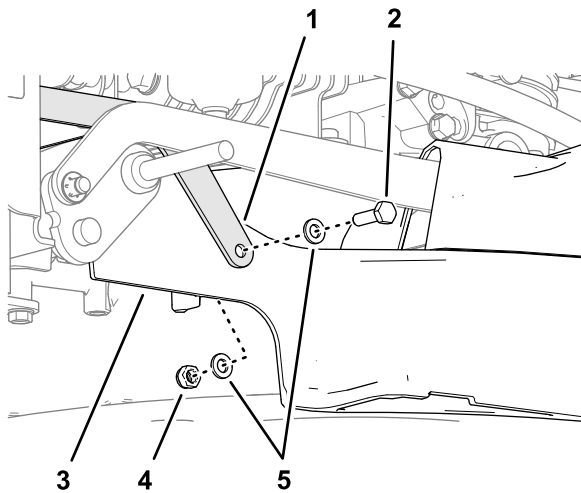

Figura 15
1. Allineate il foro sul braccio della spazzola con il foro sul piatto (Figura 15).
2. Montate il braccio della spazzola sul piatto di taglio (Figura 15) utilizzando un bullone senza dado (6 x 20 mm), 2 rondelle (6 mm) e un dado di bloccaggio (6 mm).